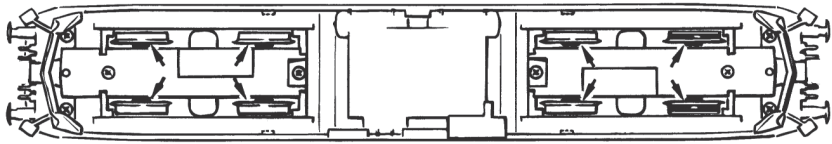

Fig. 8
2. Schmierung: Versehen Sie die im Schmierplan in Fig. 8 gekennzeichneten Stellen mit nur **kleinen Öltropfen**. Dazu zuerst das Lokgehäuse abnehmen (Fig. 4). Wir empfehlen den **ROCO Öler Art.-Nr. 10906**. Fürs Schmieren der Getriebeteile (Zahnräder, Schnecke) empfehlen wir das **ROCO-Spezialfett Art.-Nr. 10905**. Im Falle der Schmierung diese Teile **nicht ölen**.
2. Lubrication: Apply **tiny oil drops** to spots marked in fig. 8. Prior to lubrication dismantle locomotive (fig. 4). We recommend using item no. **10906, Roco oiler**. For lubrication the gearparts (e.g. cogwheels, worm) we would recommend our Roco **special grease** (item no. **10905**). **Attention:** Please do not oil these parts when using our grease.
2. Graissage: N'appliquez **qu'une toute petite goutte** aux endroits indiqués par le plan de graissage (fig. 8) après avoir démonté la caisse de la locomotive (fig. 4). Nous vous recommandons **le graisseur à huile Roco réf. 10906**. Pour graisser les engrenages (roues dentées, vis sans fin) nous vous conseillons la **graisse spéciale Roco réf. 10905** pour engrenages en matières synthétiques. Lorsque vous utilisez cette graisse il faut éviter d'huiler ces composants.